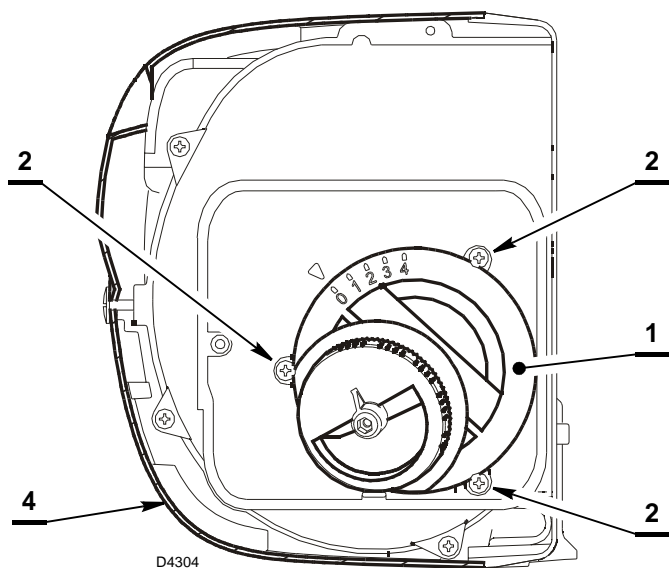

Fig. 23
- enlever le capot 4) (Fig. 23) et dévisser l'écrou de fixation à la bride et dégager le brûleur ;
- Desserrer les trois vis 2) (Fig. 23) et enlever le groupe de réglage de l'air 1).